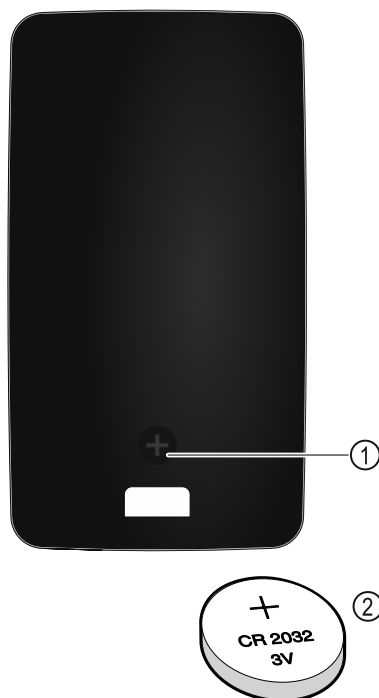

Fig. 229
Die Stromversorgung der Fernsteuerung erfolgt über eine Batterie des Typs CR 2032 mit 3V Fig. 229 (2), welche im Fachhandel erhältlich ist.
- ▶ Schraube Fig. 229 (1) auf Rückseite der Fernbedienung herausdrehen.